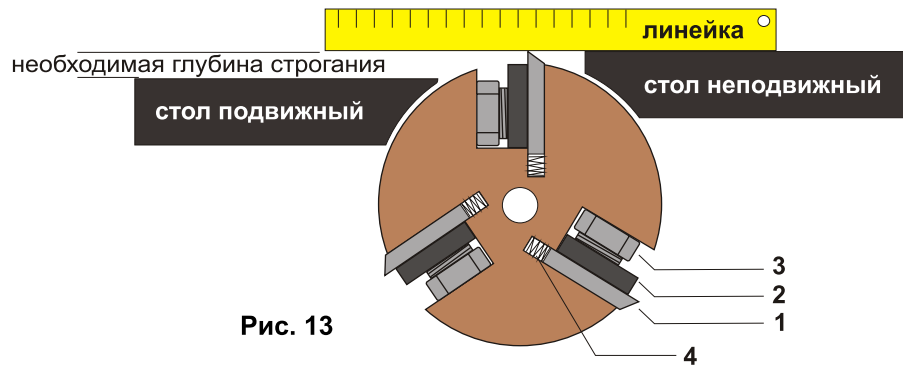

Рис. 13
8.3 Выставление ножей (рис. 13)